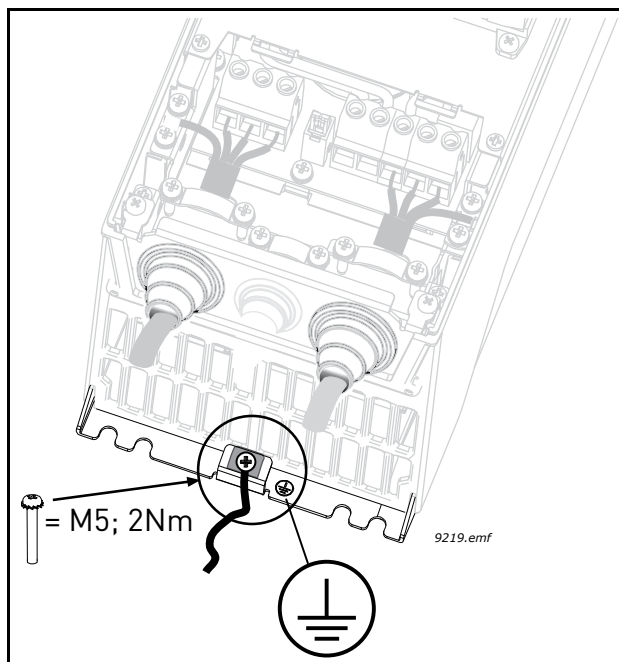

Figura 30. Conector adicional do aterramento de proteção
**NOTA:** Dois condutores de proteção são requeridos de acordo com a norma EN61800-5-1. - Consulte Figura 30 e o capítulo "Aterramento e proteção de falha do terra" em página 7. Use um parafuso de tamanho M5 e aperte-o até 2.0 Nm (17,7 lb-pol.).